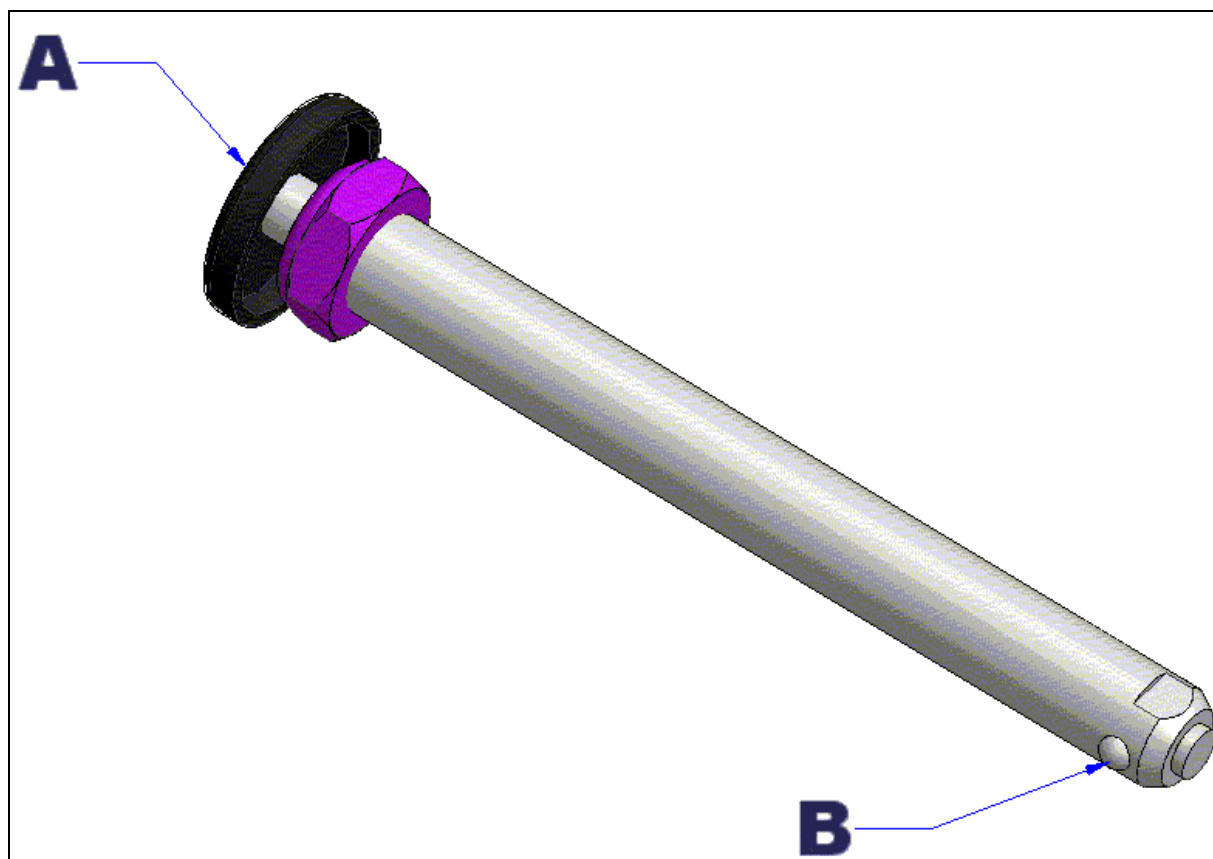

Figure 33 : Axe de roue à dégagement rapide.
1. Maintenir le bouton (**A**) enfoncé et tirer la roue vers vous en la prenant par le centre (voir; figure 33) ;